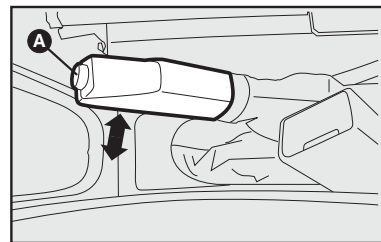

fig. 1
FREIO DE MÃO - fig. 1
- 1) Levantar levemente a alavanca e apertar o botão de desengate **A-fig. 1**.
- 2) Manter apertado o botão e abaixar a alavanca. A luz-espia (D) apaga-se.